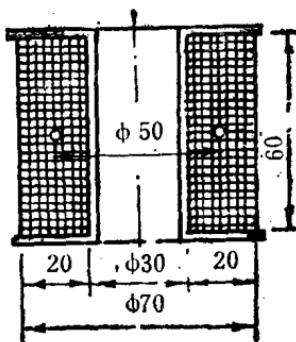

图 1—3
8. 由直径0.8毫米(加绝缘层为0.87毫米)绝缘瓷漆铜线制作线圈, 其尺寸大小如图1—3所示, 图中单位为毫米, 试确定线圈电阻。
线圈平均直径D为50毫米(见图1—3)。